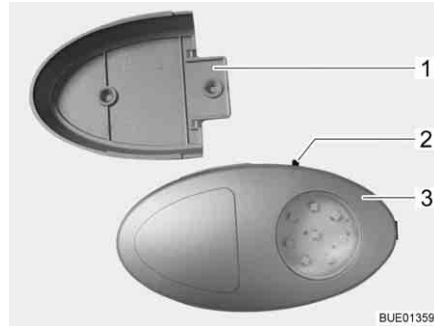

Fig. 61 Lámpara del armario ropero
- ▷ La lámpara del armario ropero puede ser extraída del soporte atornillado (Fig. 61,1) y ser usada como linterna.
El interruptor (Fig. 61,2) está instalado directamente en la lámpara del armario ropero (Fig. 61,3).